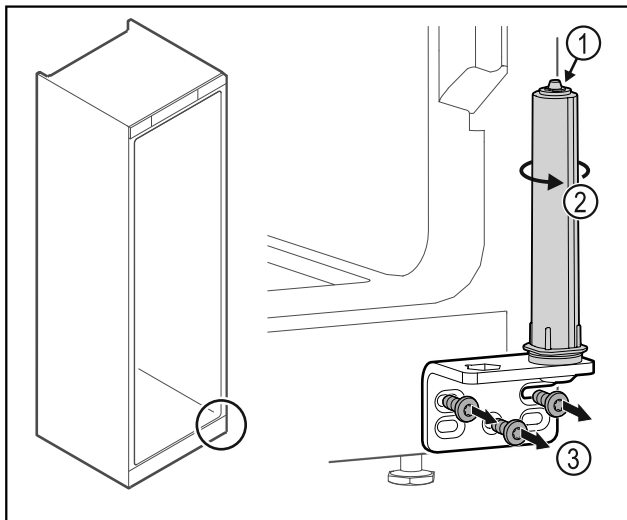

Fig. 38
- Mos e zbrërtheni sistemin e mbylljes së derës Fig. 38 (1).
- ▶ Rrotulloni sistemin e mbylljes Fig. 38 (2) derisa të kërcasë.
- ▶ Lironi vidat e profilit të menteshës Fig. 38 (3).